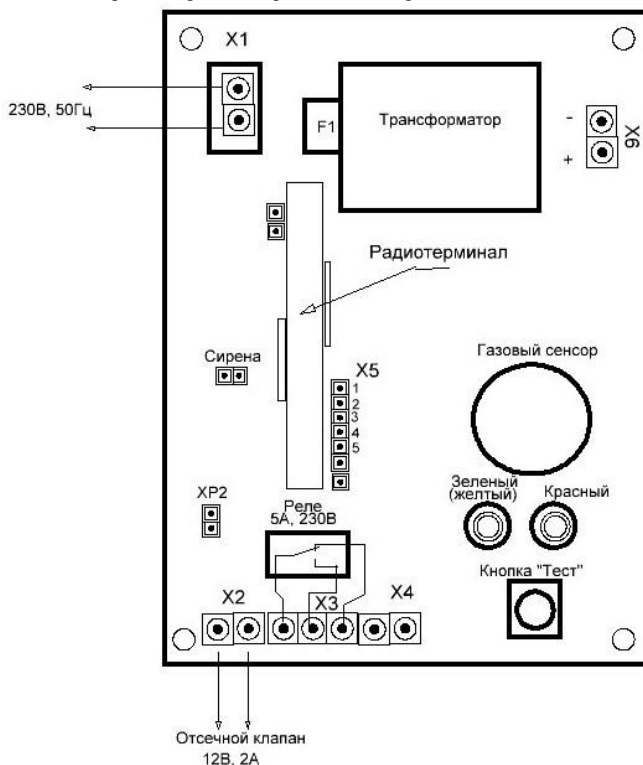

Рис.1
Внешний вид сигнализатора без крышки, представлен на рис. 1.
- нажать кнопку «ТЕСТ», для контроля срабатывания, (рисунок 1);
- нажать кнопку «ТЕСТ», для контроля срабатывания, (рис.1),